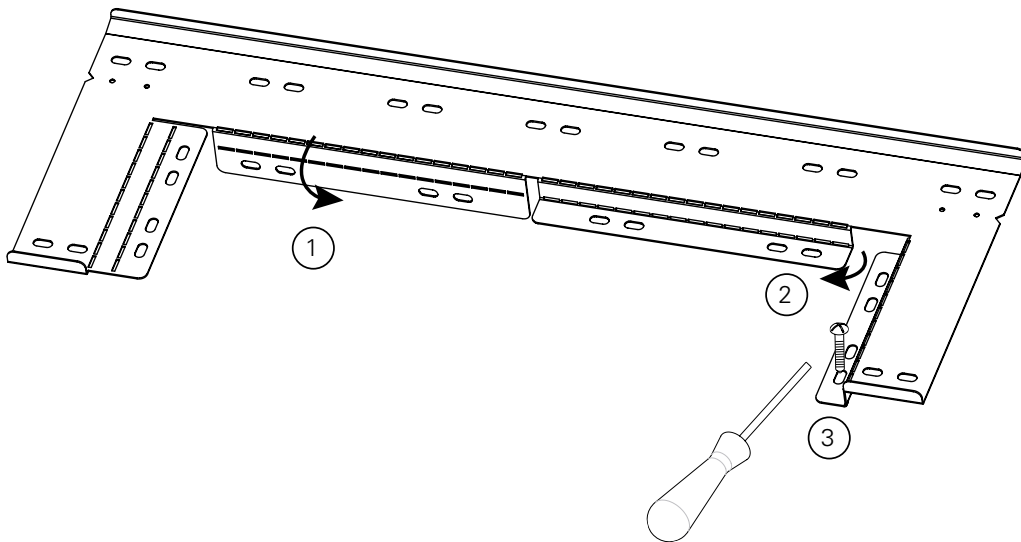

Fig. 6: Bending the wall bracket
1. Plier la console murale conformément à la Fig. 6. Les orifices de la partie pliée permettent de fixer la console au mur.